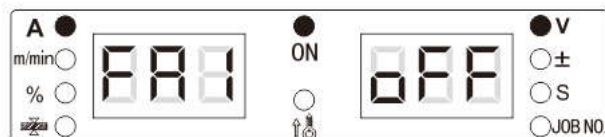

Рисунок 3-17. Отображение функции FA1 на цифровых дисплеях
2. Поворотом регулятора панели управления установите выбор функции FA1 (см. Рисунок 3-17).